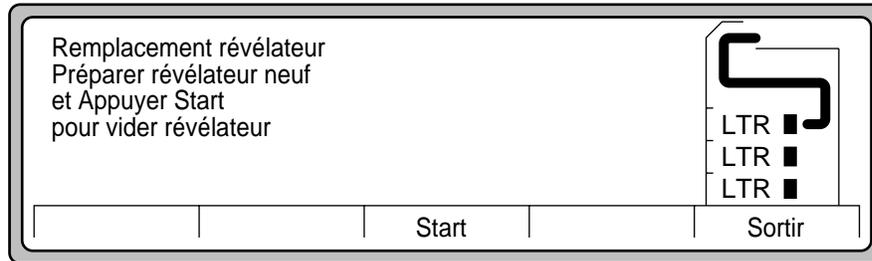

Figure 4-12 Déchargement du révélateur
- Appuyez sur Sélection pour afficher les instructions afférentes au révélateur, comme illustré à la Figure 4-12.
- Appuyez sur Start, comme illustré à la Figure 4-12.